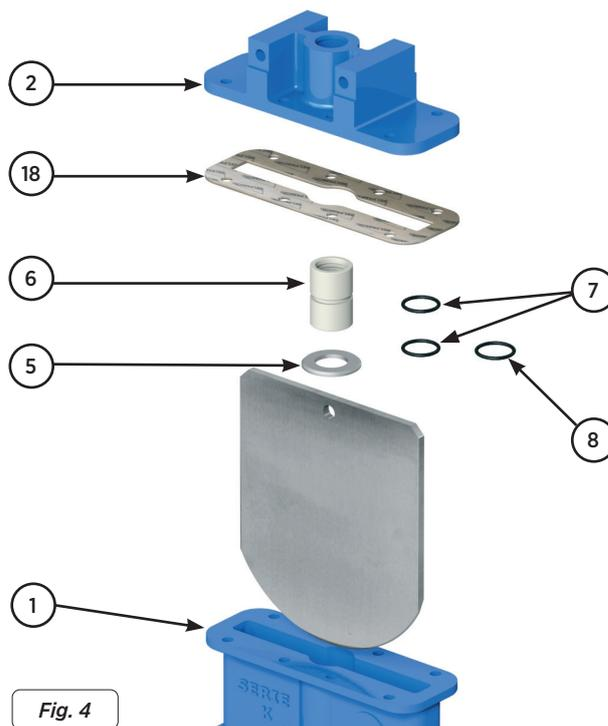

Fig. 4
Esta empaquetadura (fig.4) logra la estanqueidad introduciendo un casquillo entre el cuerpo y el vástago. Este casquillo (6) hace tope con la tapa (2) por la parte superior y con una arandela (5) por la parte inferior, además lleva dos juntas interiores (7) en contacto con el vástago y otra exterior (8) en contacto con el cuerpo (1), para lograr la estanqueidad.